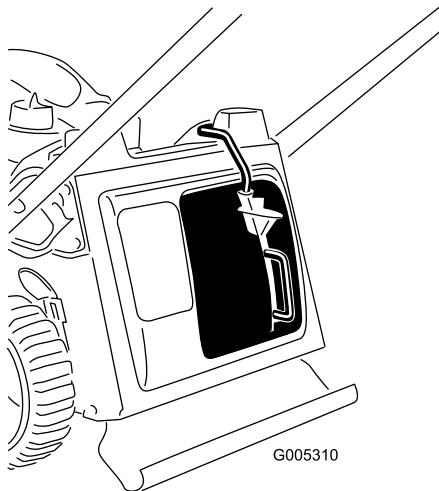

Figura 10
3. Suelte el botón de la palanca y asegúrese de que la parte superior de la palanca está introducido hasta el fondo de la ranura (Figura 10). Si la parte superior de la palanca no está introducido hasta el fondo de la ranura, ¡su máquina no arrancará!